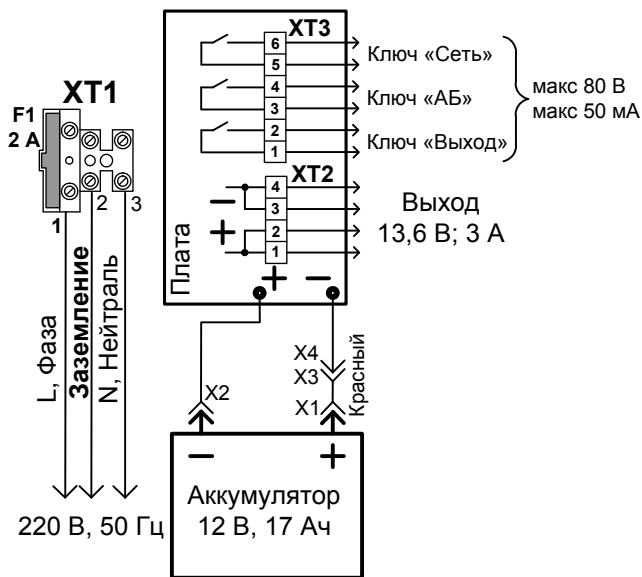

Рис. 2
ВНИМАНИЕ! При подключении внешнего питающего напряжения 220 В к сетевой колодке ХТ1 необходимо соблюдать правильность подключения проводов «фаза» и «нейтраль». Подключение производить в соответствии с Рис. 2. Схема подключения также расположена на внутренней стороне корпуса РИП.
3.2.5 Согласно схеме соединений (рис. 2):
б) изъять из колодки вставку F1 (2 А), подключить сетевые провода к входной колодке (**фаза (L) должна быть подключена к ХТ1:1, см. рис. 2**);